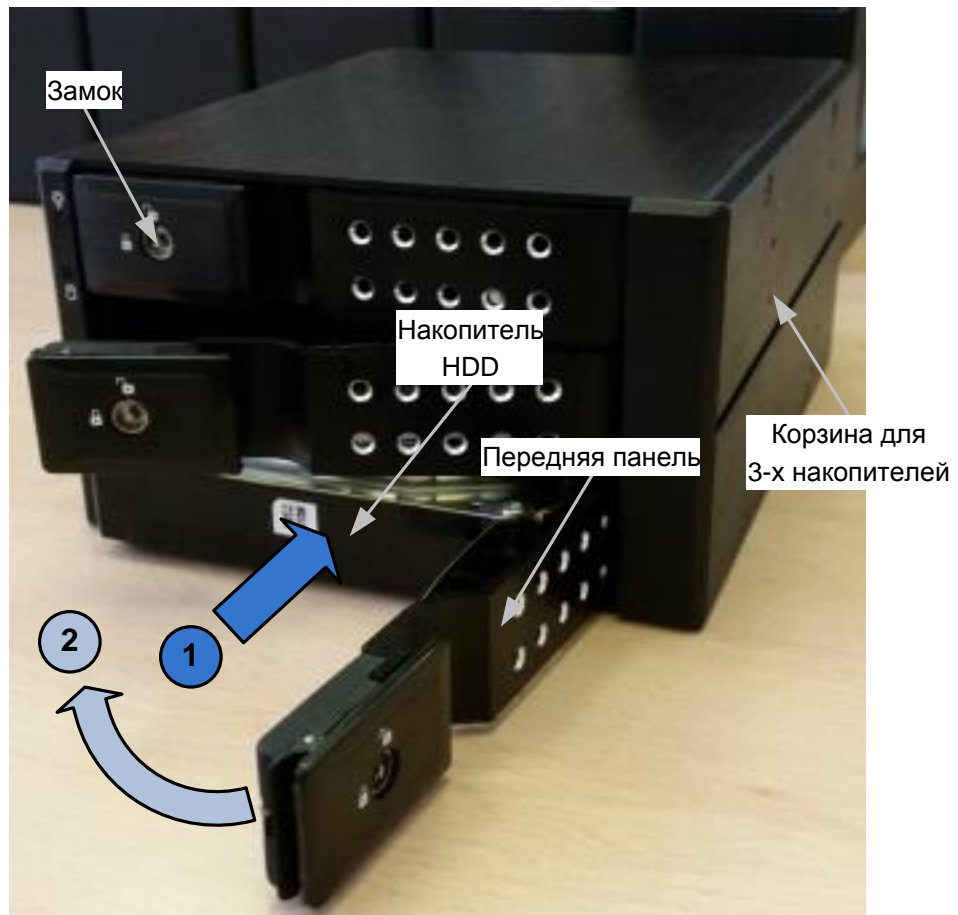

Рисунок 19 – Монтаж накопителя HDD
- установить накопитель HDD в направлении стрелки 1 в корзину до упора (см. рисунок 19);
- повернуть переднюю панель в направлении стрелки 2 до защелкивания (см. рисунок 19);
- вставить ключ с треугольным сечением в замок (см. рисунок 19) и повернуть в позицию «Закрывать».